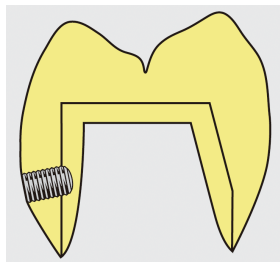

図1
- 3 外冠は内冠に対してパッシブフィットを達成してください。ロッキングスクリューは内冠の壁面に対して下方から上方に向かってやや傾斜するように設置してください。(図1)
- 内冠は図1のように平行面が必要です。ロッキングスクリューは必ずその平行面に取り付けられなければなりません。